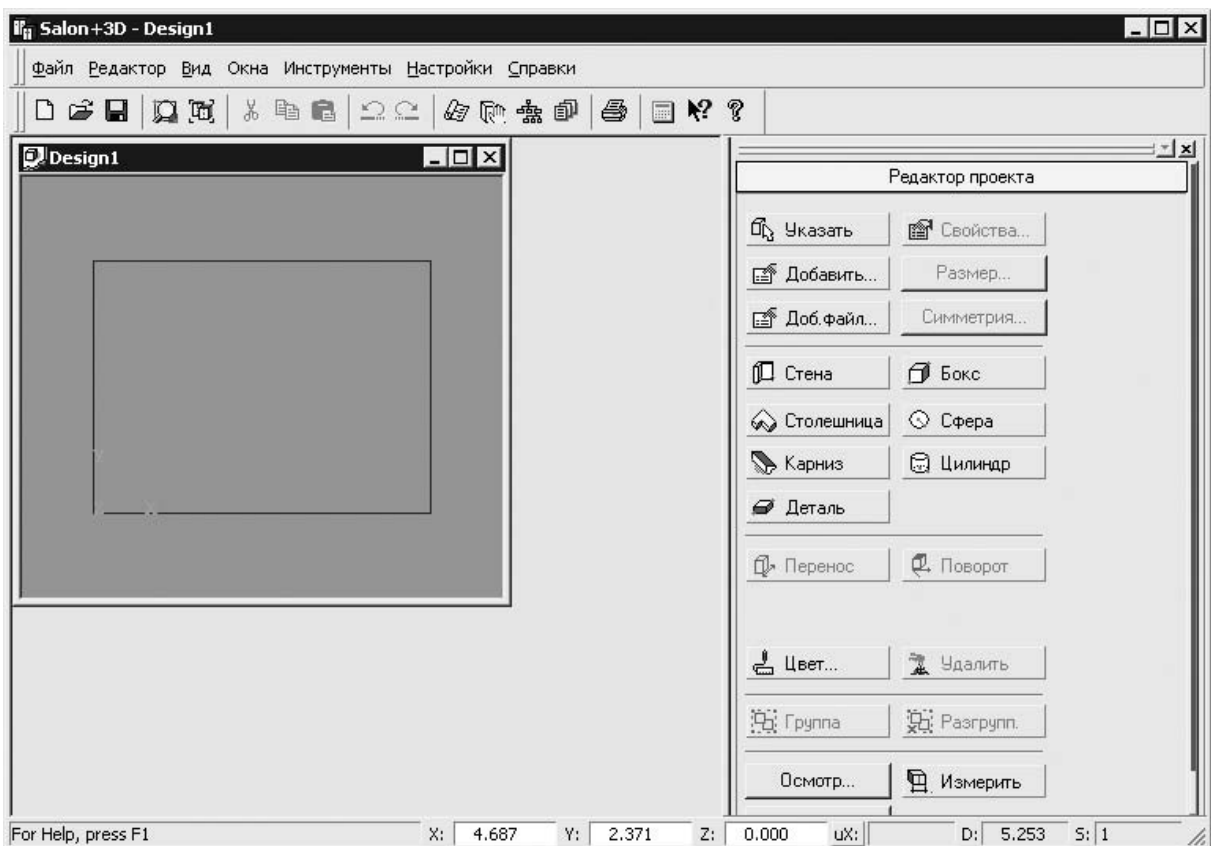

Рис. 8.32
2. Нажать кнопку Редактор проекта на панели инструментов — в правой части окна откроется панель с инструментами Редактор проекта для создания проекта (рис. 8.32).